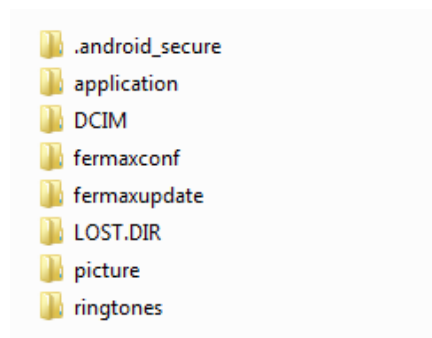

Imagen 6. Estructura de carpetas en la tarjeta SD.
- El monitor VIVO añadirá una estructura de carpetas a la tarjeta SD (ver Imagen 6).